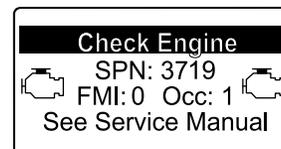

Figura 43
- Se for necessária uma regeneração de recuperação, o InfoCenter mostra o aviso do motor SPN 3719, FMI 16 (Figura 43) e o computador do motor reduz a potência do motor para 85%.